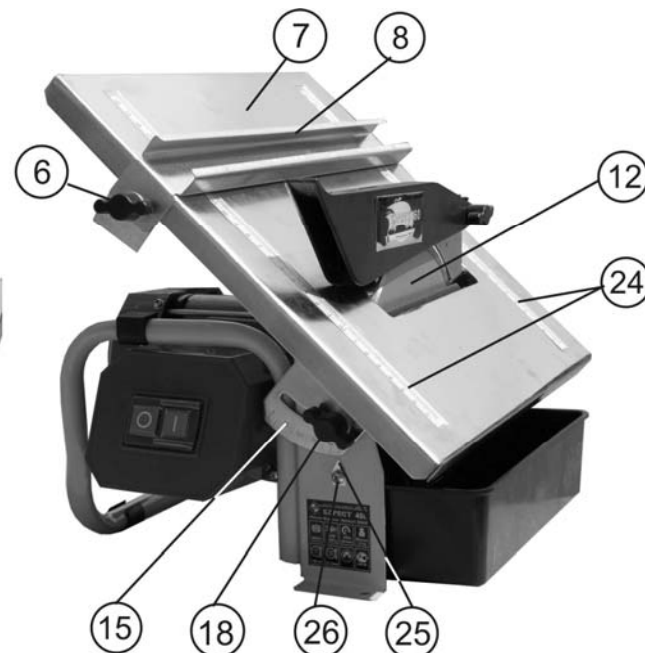

Рис. 6
10.1. Регулировка угла резания (Рис. 6)
10.1.2. Ослабьте крепление двух винтов фиксации (18), Рис.4, Рис.6.
10.1.3. Как показано на Рис.6, переведите рабочий стол (7) в наклонное положение, совместив показание на шкале наклона (15) и указателе (25) на предполагаемый угол резания.
10.2. Регулировка резания в размер (Рис. 6)